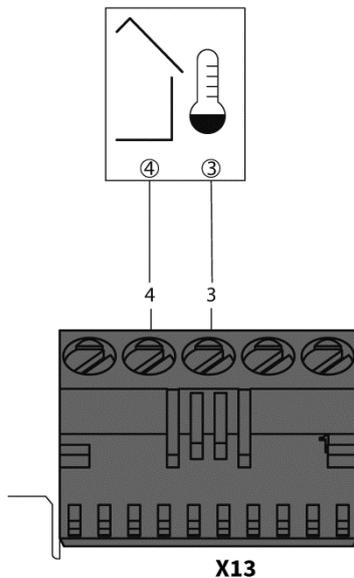

Abb. 17: Anschluss Außentemperaturfühler
- ➔ Schließen Sie den Außentemperaturfühler gem. Abb. 17 an.